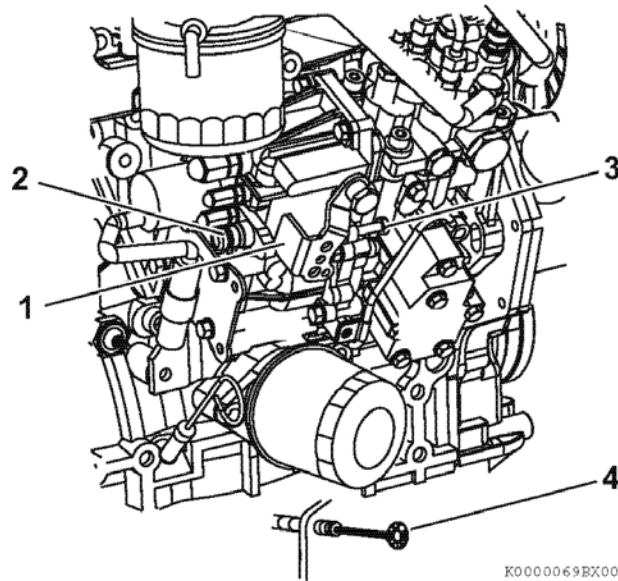

Рисунок 45
1. Проверьте, имеет ли рычаг регулятора (рисунок 45 (1)) жесткий контакт с винтом ограничения высоких оборотов холостого хода (рисунок 45 (2)) и с винтом ограничения малых оборотов холостого хода (рисунок 45 (3)), когда блок контроля числа оборотов двигателя находится в положении максимальной скорости или в положении малых оборотов холостого хода.